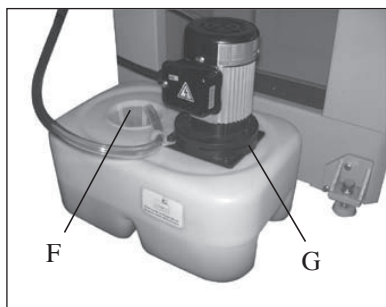

Rys.12
7. Dokręcić 4 śruby E-rys.12, aby zamocować silnik.